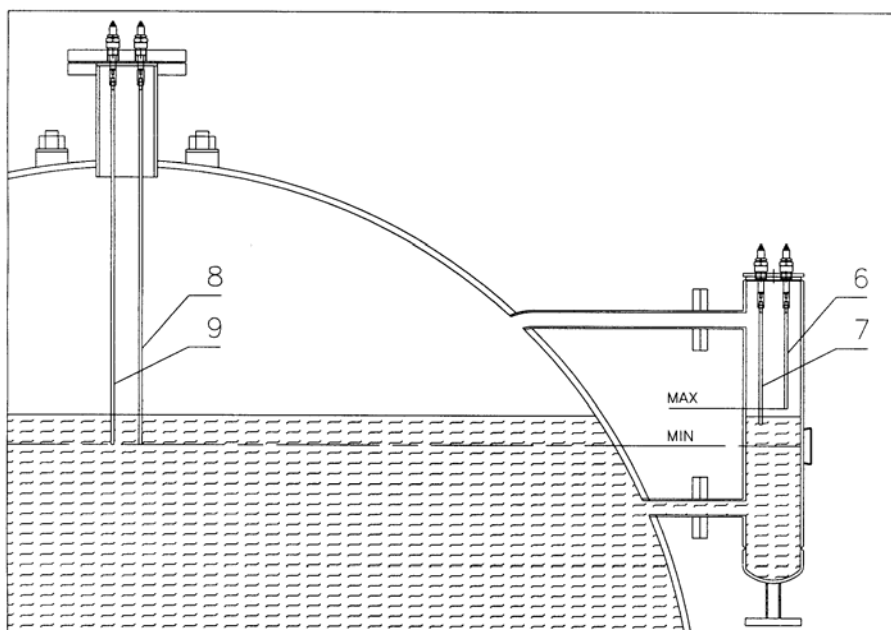

Fig. 6
2.2.2 Régulateur automatique de niveau et contrôles de niveau de sûreté (Fig. 6)